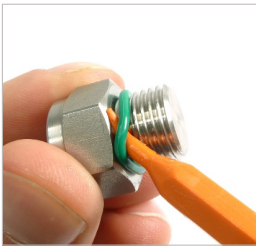

Abbildung 4
- ▶ Entfernen Sie den O-Ring aus dem Stopfen mit dem WEH® O-Ring Picker (*Abbildung 4*).